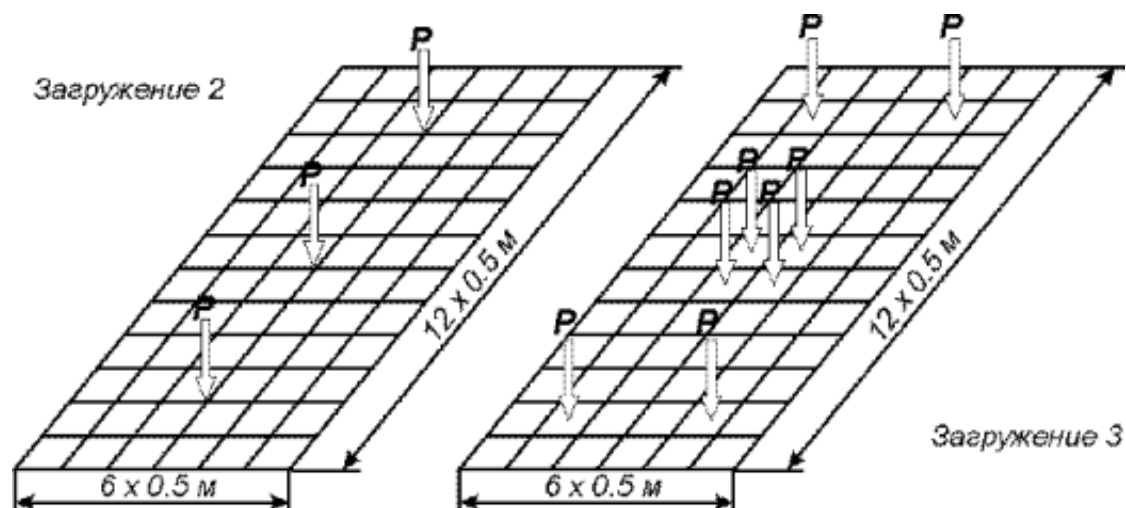

Рис.2.1. Расчетная схема плиты
- загрузка 2 – сосредоточенные нагрузки $P = 1$ т, приложенные по схеме рис.2.1, загрузка 2;
- загрузка 3 – сосредоточенные нагрузки $P = 1$ т, приложенные по схеме рис.2.1, загрузка 3.